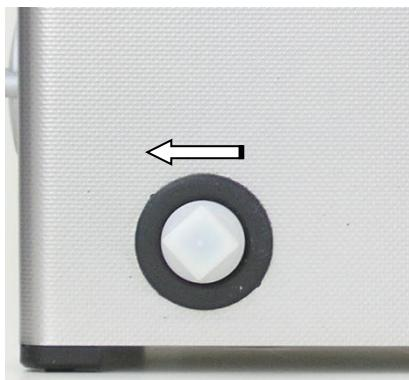

Imagen 5.1.1 Desagüe con obturador
1. Desenrosque el tapón rosado de plástico suministrado de fábrica en el sentido contrario a las agujas del reloj (ver *Imagen 5.1.1*).